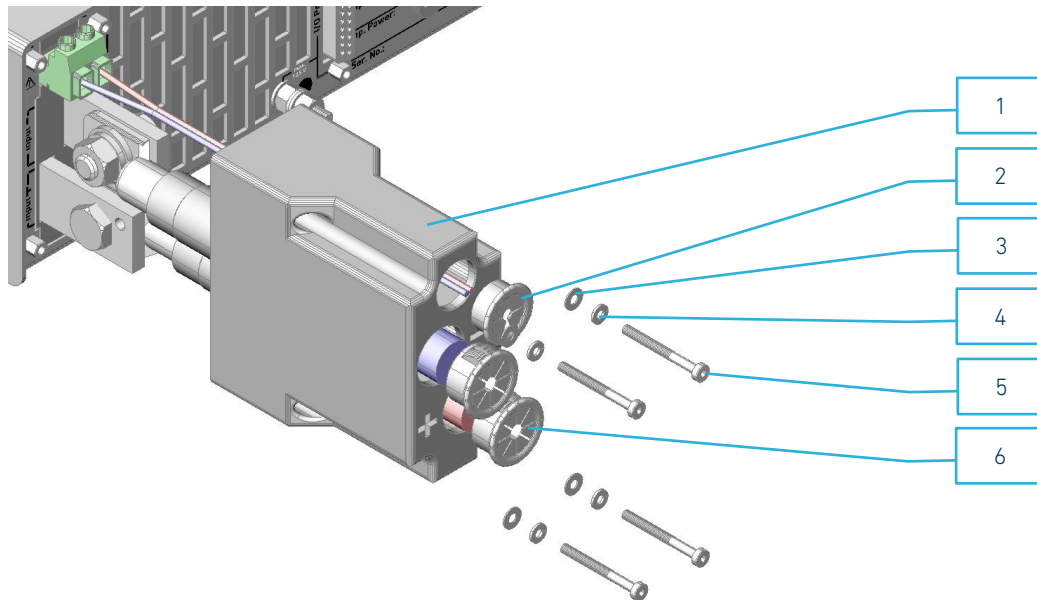

Abbildung 2.12: Bestandteile und Montieren der Sicherheitsabdeckung SAB-HES-2CU
Die folgenden **Nummern** beziehen sich auf Abbildung 2.12.
4. Lose Enden der Lastkabel laut Abbildung 2.12 erst durch die entsprechenden Öffnungen vom Gehäuse **1** und dann durch die Kabeldurchführungen **6** stecken. Auf richtige Polarität achten!